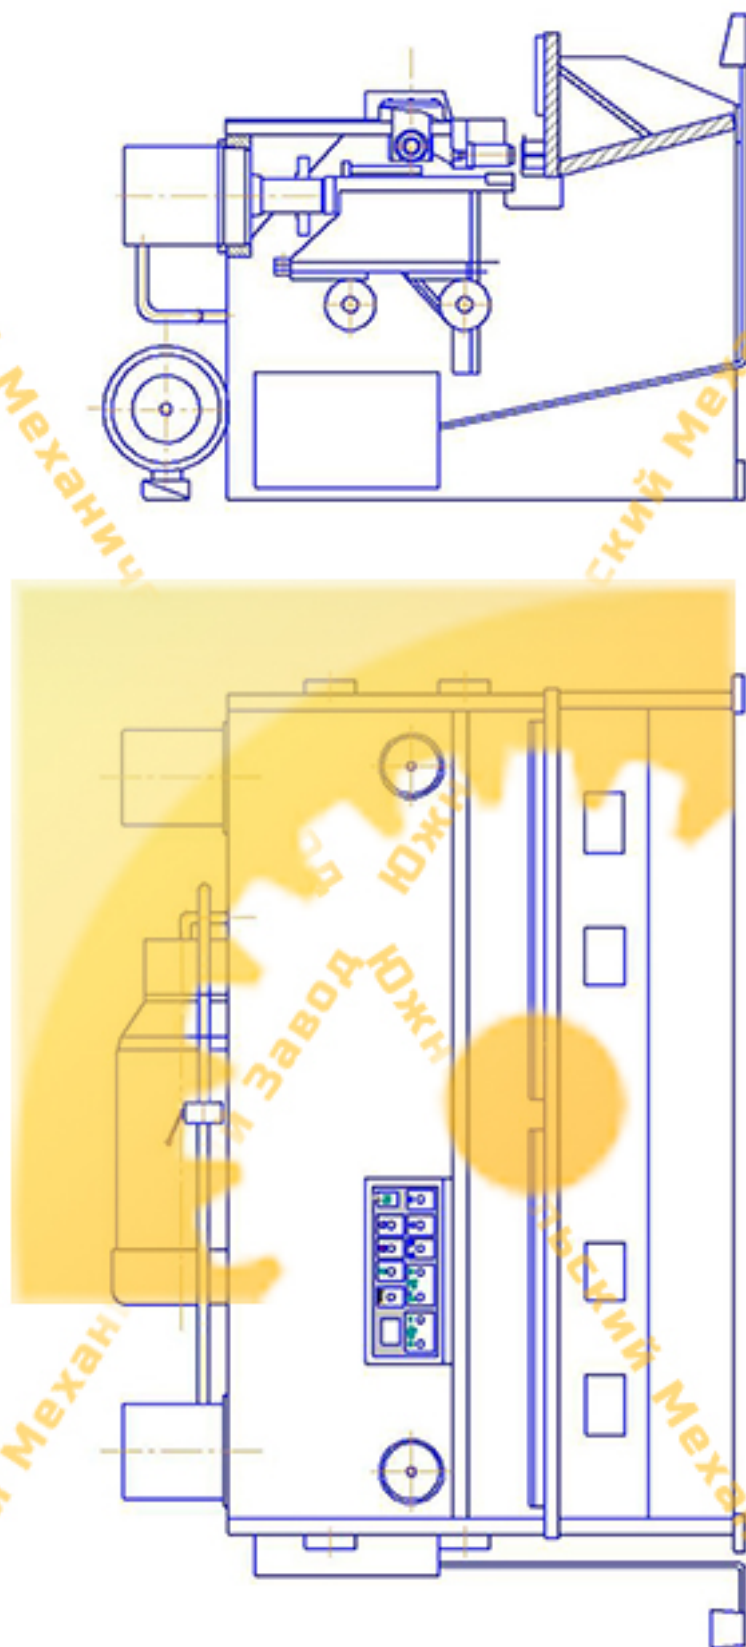

Рис. 1 Общий вид.
Ножницы гидравлические листовые с наклонным ножом модели (рис.1) предназначены для резки листового материала с $\sigma \leq 45$ кгс/мм².
1.1. Общий вид (Рис. 1).